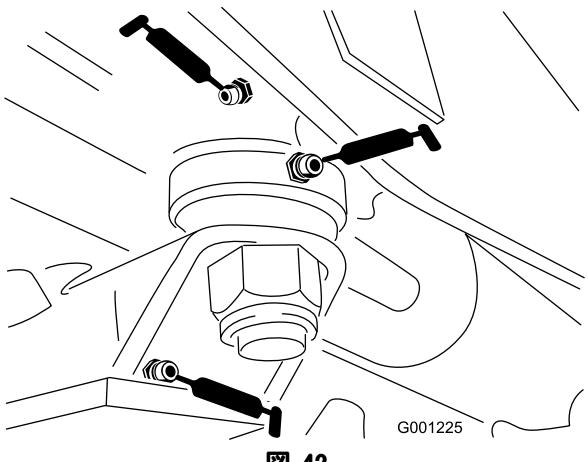

図 42
- ステアリング・プレートのブッシュ(図 42)
- ・アクスル・ピンのプッシュ (図 42)